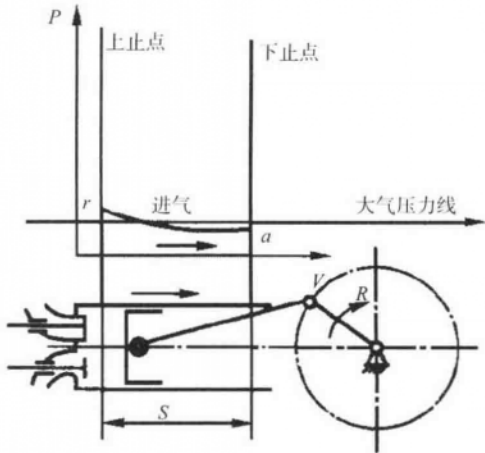

图 1-19 进气行程
① 进气行程。由于曲轴的旋转, 活塞从上止点向下止点运动, 这时排气门关闭, 进气门打开。进气行程开始时, 活塞位于上止点, 汽缸内残存有上一循环未排净的废气, 因此, 汽缸内的压力稍高于大气压力。随着活塞下移, 汽缸内容积增大, 压力减小, 当压力低于大气压时, 在汽缸内产生真空吸力, 空气经空气滤清器并与喷油器供给的汽油混合成可燃混合气, 通过进气门被吸入汽缸, 直至活塞向下运动到下止点, 如图 1-19 所示。在进气过程中, 受空气滤清器、进气管道、进气门等阻力影响, 进气终了时, 汽缸内气体压力略低于大气压, 为 0.075MPa~0.09MPa, 同时受到残余废气和高温机件加热的影响, 温度达到 370K~400K。实际汽油机的进气门是在活塞到达上止点之前打开, 并且延迟到下止点之后关闭, 以便吸入更多的可燃混合气。